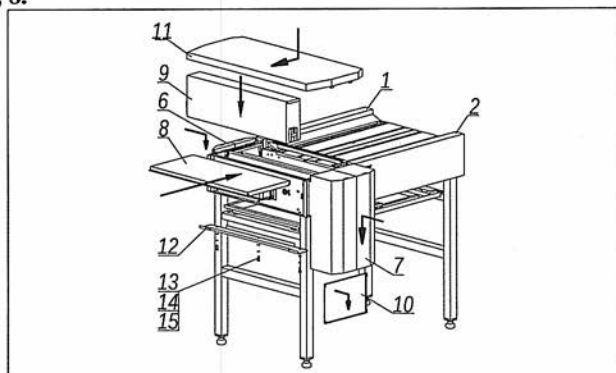

Рис.6
4. Произвести монтаж всех боковых декоративных панелей (поз.1) и (поз.2) рис.6, 7, 8.
- **Рис.6.** Кожух (поз.6), кожух привода (поз.7), подставка (поз.8), облицовка передняя (поз.9), крышка внутренняя (поз.10), столик (поз.11). Фиксировать облицовку переднюю при помощи прижима (поз.12) и крепежа М6 (болт М6х14 (поз.13), шайба Ø6 (поз.14), шайба пружинная Ø6 (поз.15).